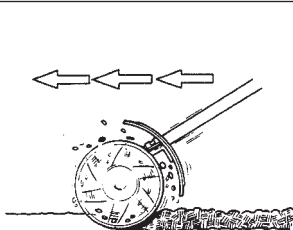
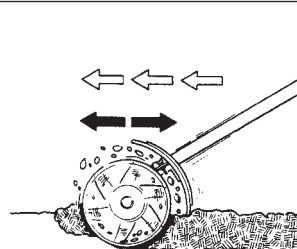

Fig. 3-3
Fig. 3-4
- b. For shallow tilling, move the unit quickly over soil surface. (Fig.3-3) For deeper tilling, hold the unit over the same area with the gentle back and forth motion. (Fig. 3-4)
- b. Zum seichten Pflügen bewegen Sie das Gerät schnell über das Erdreich. (Fig. 3-3)
Zum tieferen Pflügen bearbeiten derselben Stelle des Erdreichs mit vorsichtigen Rück- und Vorbewegungen. (Fig. 3-4)